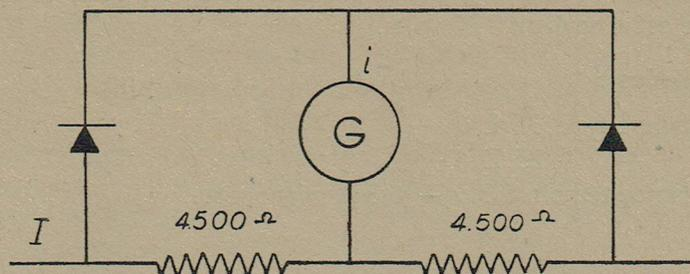

Fig:3
**L'appareil de lecture** est un microampéremètre à redresseur (sensibilité 200  $\mu$ A) monté comme indiqué sur la figure 3. Dans cet appareil le courant  $i$  parcourant la branche du